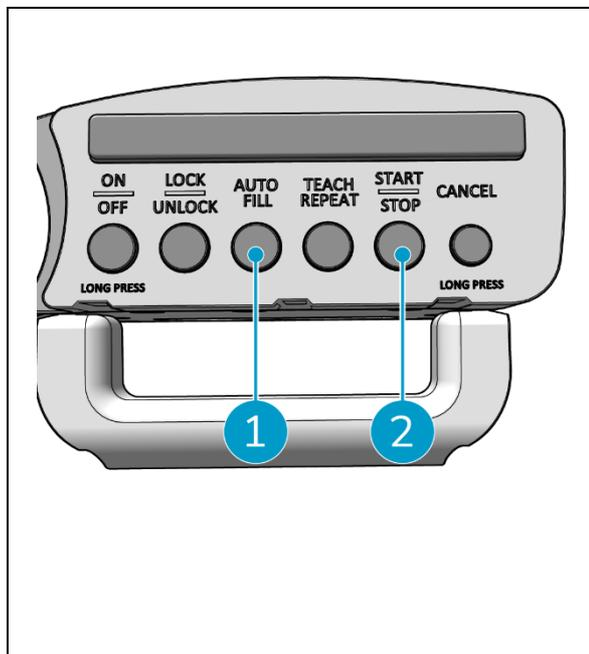

Figura 26
2. Prima o botão Preenchimento automático (Figura 26, pos. 1). O botão Auto Fill (Preenchimento automático) fica branco.
4. Premir o botão Iniciar (Figura 26, pos. 2) para iniciar a limpeza automática. Após a limpeza, o i-walk regressa ao ponto de partida e pára automaticamente.
5. Premir o botão Parar (Figura 26, pos. 2) em qualquer altura durante a limpeza para parar o i-walk e utilizar a aplicação para editar o mapa de limpeza, ver 6.5.4.